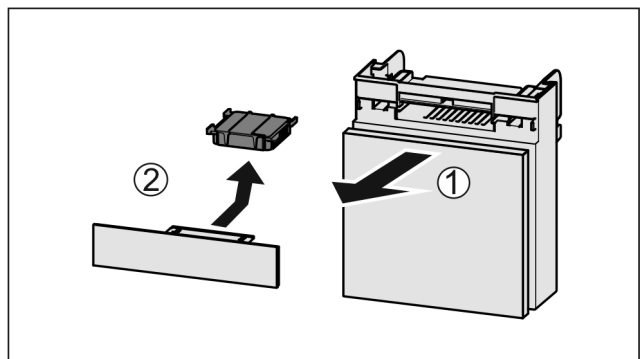

Fig. 140
- Lade vanaf de voorkant eruit trekken Fig. 140 (1).
- Actiefkoolfilter verwijderen Fig. 140 (2).